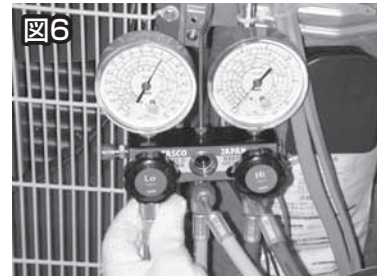

図6
③ゲージマニホールド低圧側をチャージホースでサービスポート液側につなぐ。→図6